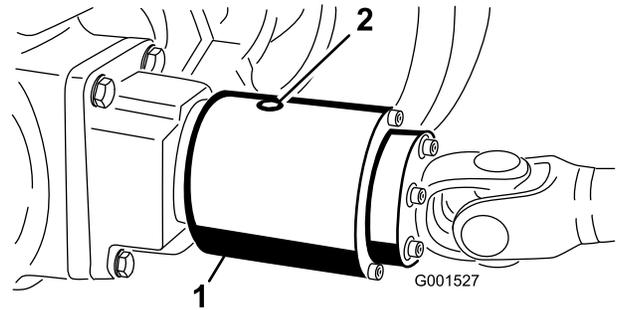

Bild 66
3. Drehen Sie die Kupplung, sodass die Ablassschraube nach unten zeigt (Bild 66).